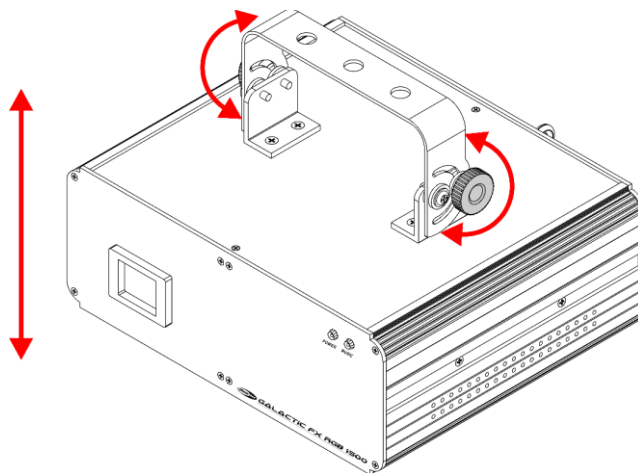

Fig. 10
- 01) Ruotare le **viti di regolazione (02)** in senso antiorario per sbloccarle.
- 02) Inclinare il dispositivo fino all'angolazione desiderata (cfr. Fig. 10).
- 03) Ruotare le **viti di regolazione (02)** in senso orario per bloccarle. Accertarsi che il dispositivo non possa muoversi liberamente dopo che le **viti di regolazione (02)** sono state serrate.